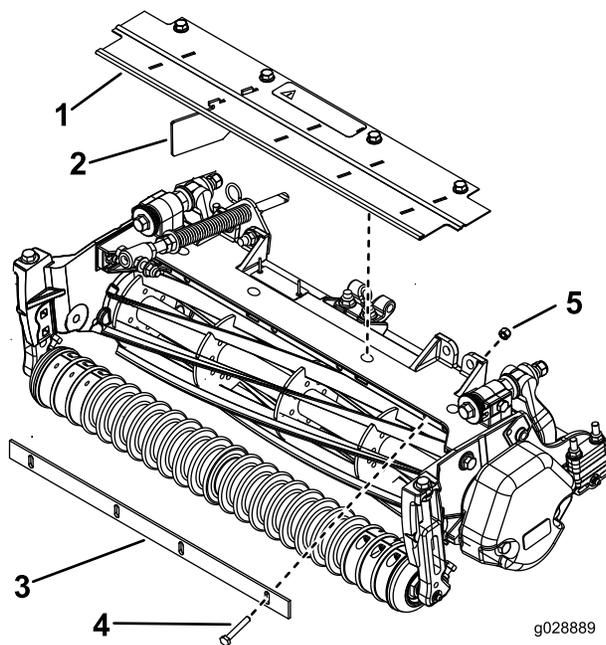

Figura 7
1. Monte provisionalmente la barra de corte en el bastidor de la unidad de corte con 4 pernos (1/4" x 1 3/4") y 4 contratuercas (1/4"); consulte Figura 7.
3. Apriete los pernos y las contratuercas (Figura 7).
1. Retire los 4 pernos con arandela prensada que sujetan el protector de hierba delantero al bastidor de la unidad de corte (Figura 7). Retire el deflector de hierba.
2. Retire los 4 deflectores del protector y deje solamente uno como se muestra en Figura 7.